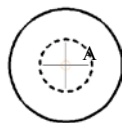

图 6.4.11 选取基点
Step3. 缩放对象。选取图中的小圆，并按 Enter 键结束选取；用鼠标捕捉小圆的圆心 A 作为基点，如图 6.4.11 所示；在命令行提示**指定比例因子或 [复制(C) 参照(R)]:** 的提示下，输入字母 R 后按 Enter 键；在命令行提示**指定参照长度 <1.0000>:** 的提示下，输入参照的长度值 6 后按 Enter 键；在命令行提示**指定新的长度或 [点(P)] <1.0000>:** 的提示下，输入新长度值 13 后按 Enter 键。